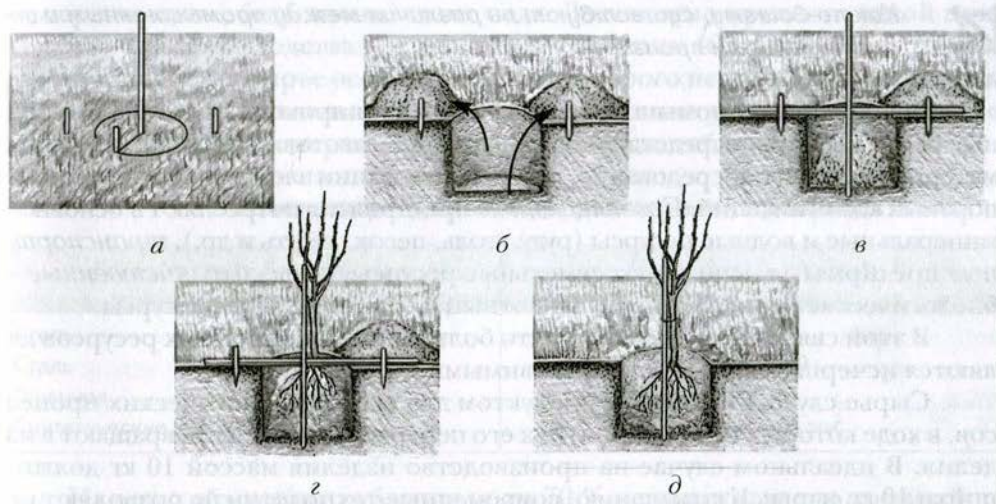

Рис. 8. Последовательность действий (а–д) при посадке деревьев и кустарников
5. Корневая шейка растения (место перехода корней в ствол) должна выступать над поверхностью на 3–4 см с таким расчетом, чтобы после оседания почвы она была на уровне земли. Для более правильного положения корневой шейки поперек ямы можно положить посадочную рейку (рис. 8).